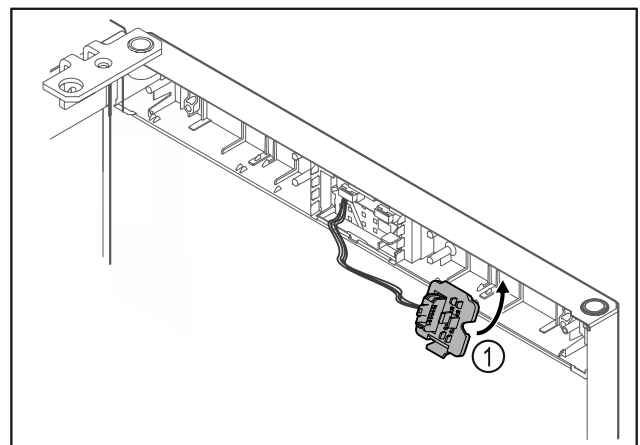

Fig. 22
- Encaje el soporte de conectores Fig. 22 (1) en el lado opuesto.